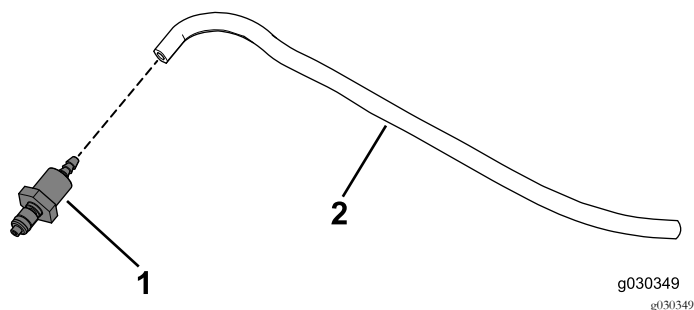

Figura 37
2. Ligue a união do tubo à outra extremidade do tubo de lavagem (Figura 37).